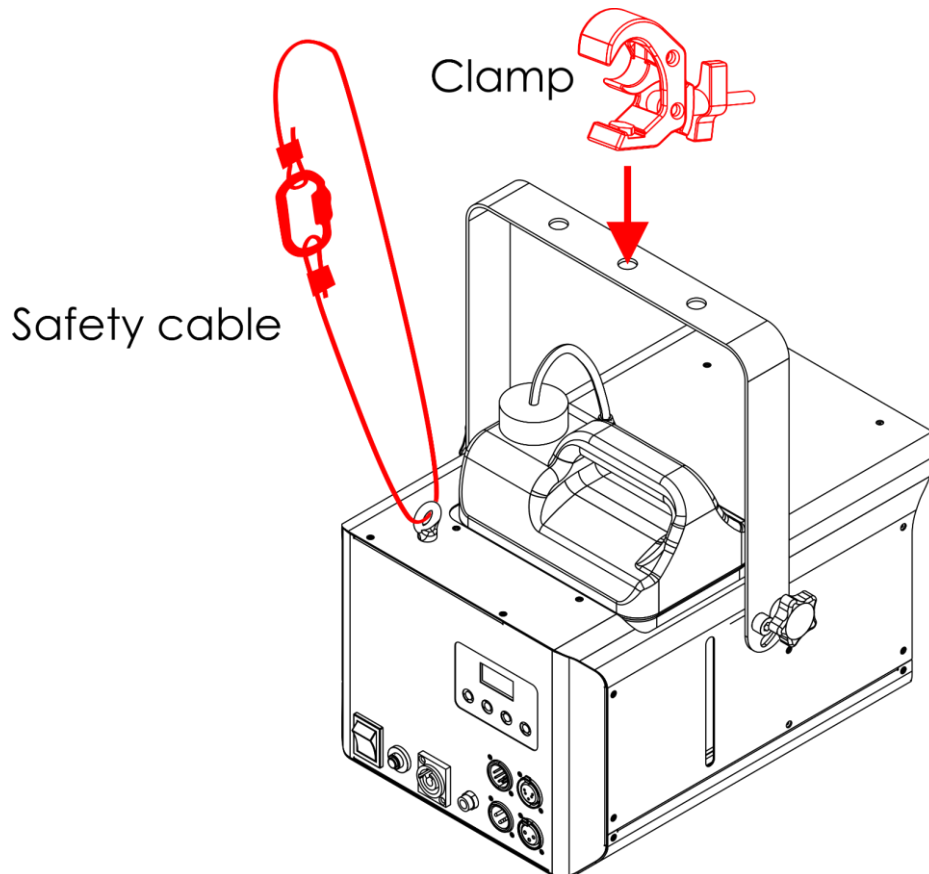

Abb. 05
- 01) Befestigen Sie das Gerät mit einer Klemme an der tragenden Struktur, wie in Abb. 05 gezeigt. Achten Sie darauf, dass sich das Gerät nicht frei bewegen kann.
- 02) Sichern Sie das Gerät mit einer Sekundäraufhängung, zum Beispiel einem Sicherheitsseil. Achten Sie darauf, dass die Sekundäraufhängung das 10-fache Gewicht des Geräts tragen kann. Wenn möglich, sollte die Sekundäraufhängung an einer von der Primäraufhängung unabhängigen tragenden Struktur befestigt werden. Führen Sie das Sicherheitsseil durch die **Sicherungsöse (16)**, wie in Abb. 05 gezeigt.